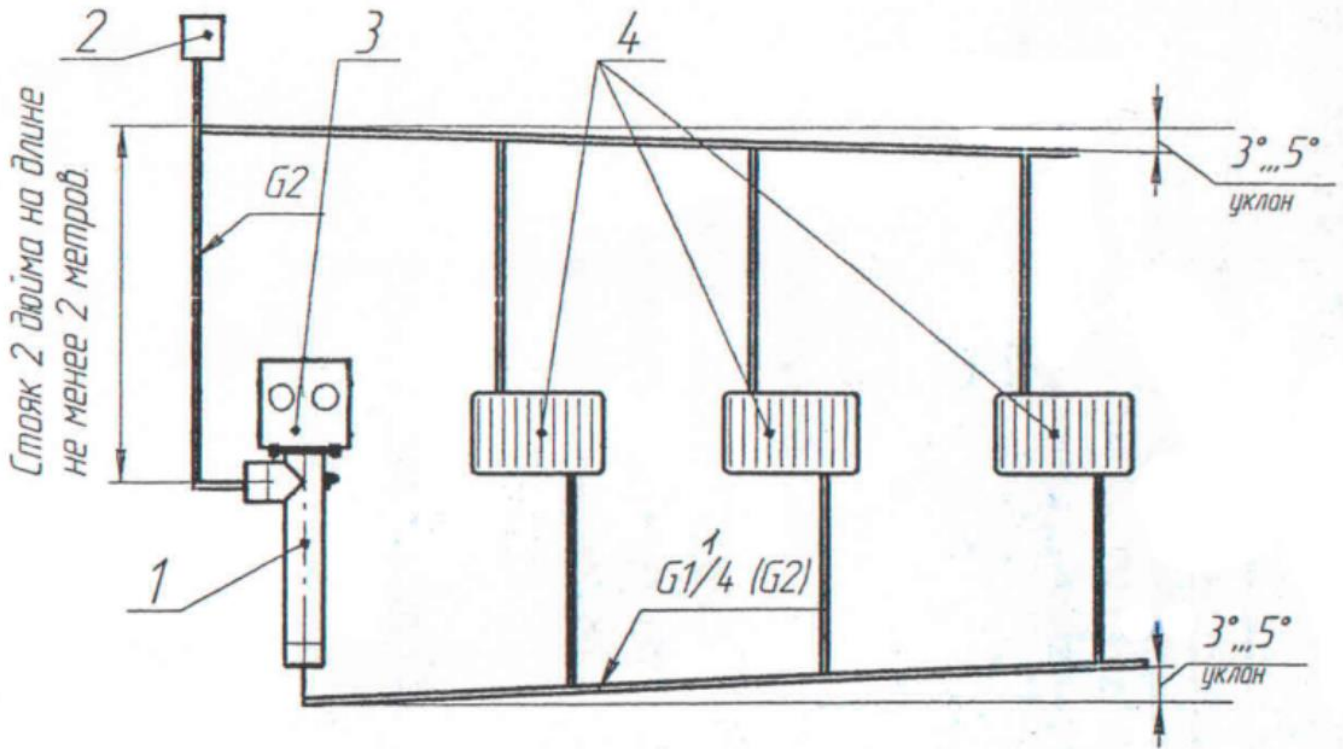

Рисунок 3. Пример схемы отопления с естественной циркуляцией жидкости
- НА ВЫХОДЕ ИЗ ЭЛЕКТРОКОТЛА УСТАНОВЛИВАТЬ КРАНЫ, ВЕНТИЛИ ИЛИ ДРУГУЮ ЗАПОРНУЮ АРМАТУРУ (рис. 3, 4);
6.1 Согласно выбранной схеме отопления (рис. 3 или 4) закрепить электродкотел на стене с помощью специальных держателей для труб G2 (dy50). Минимальное расстояние от электродкотла до сгораемых конструкций 100 мм.